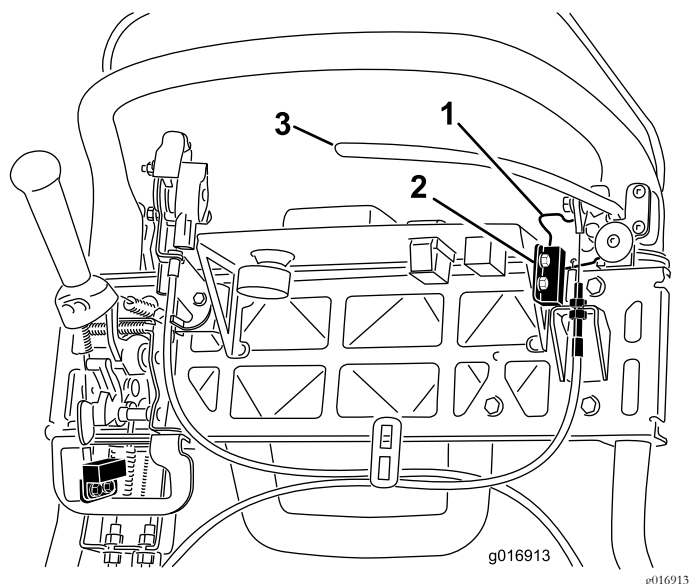

Bild 45
4. Lösen Sie die Befestigungsschrauben des Sicherheitsschalters (Bild 45).
5. Legen Sie eine 1,6 mm dicke Beilagscheibe zwischen den Feststellbremsriegel und den Sicherheitsschalter (Bild 45).
4. Lösen Sie zum Erhöhen der Kabelspannung die obere Kabelklemmmutter und ziehen die untere an (Bild 45), bis eine Kraft von 156 N zum Lösen des Feststellbremsriegels auf den Bremshebel aufgebracht werden muss.